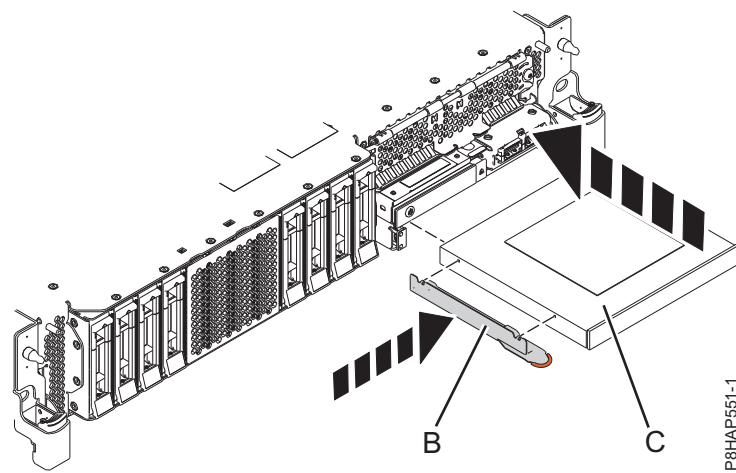
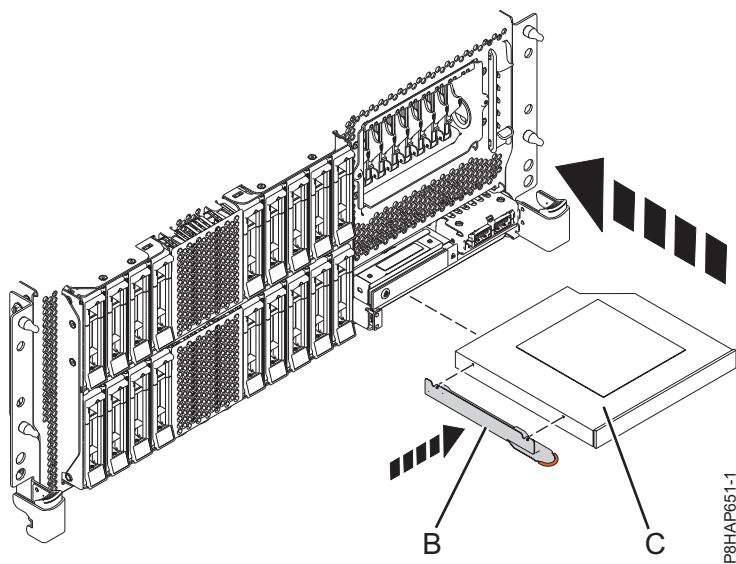
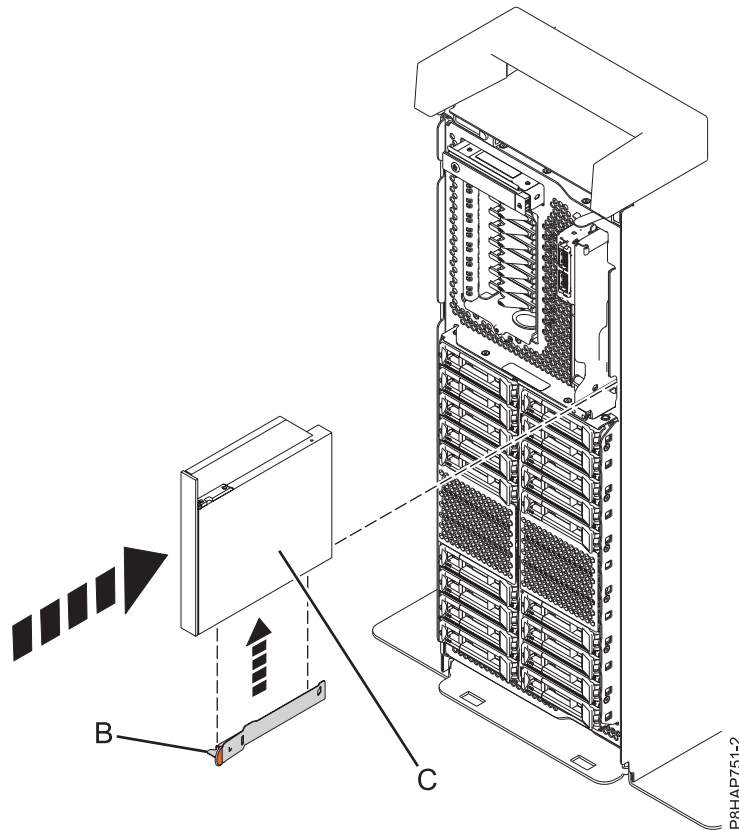

Figure 6. Installation d'une unité de stockage extra-plate sur un système 8284-21A ou 8284-22A
Figure 7. Installation d'une unité de stockage extra-plate sur un système 8286-41A ou 8286-42A monté en armoire
Figure 8. Installation d'une unité de stockage extra-plate sur un système autonome
5. Fixez le crochet de fixation (**B**) sur la nouvelle unité de stockage extra-plate, comme illustré dans figure 6, à la page 11 pour un système 8284-21A ou 8284-22A, figure 7, à la page 11 pour un système 8286-41A ou 8286-42A, ou figure 8, à la page 12 pour un système 8286-41A autonome.
Pour un système 8284-21A ou 8284-22A, voir figure 6, à la page 11, pour un système 8286-41A ou 8286-42A monté en armoire, voir figure 7, à la page 11, ou pour un système 8286-41A autonome, voir figure 8, à la page 12.